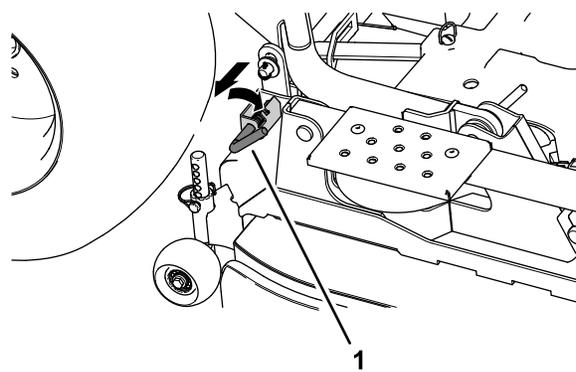

図 113
3. 刈り込みデッキの両側にある後リンクピンを解除引いて回すし、デッキを降下させる 図 113。
13. 後リンクピンを回して刈り込みデッキの後昇降リンクを接続する 図 113 刈り込みデッキの取り外し \(ページ 73\)を参照。